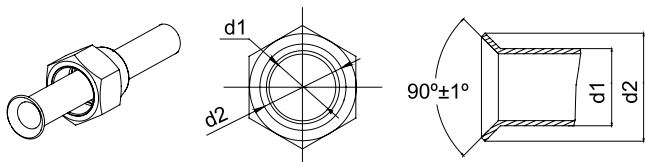

Fig.9
4. Verificare che la parte svasata sia uniforme e che non vi siano crepe (vedere Fig.9).